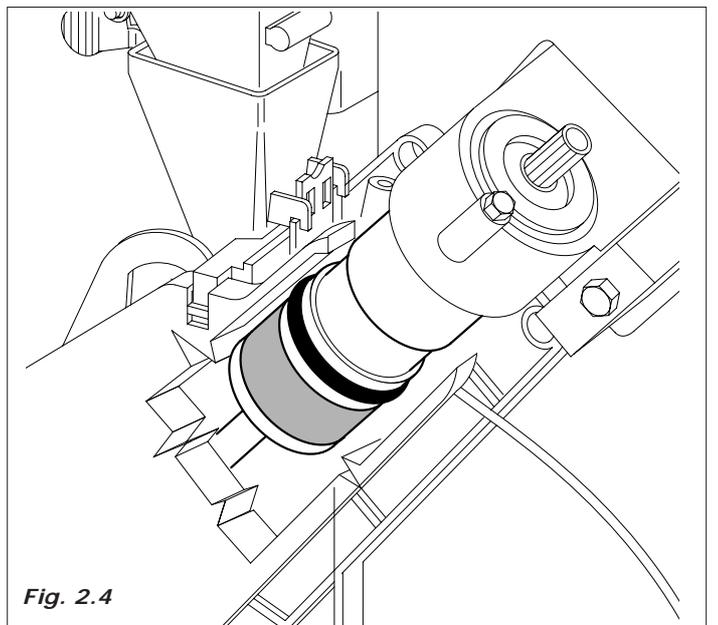
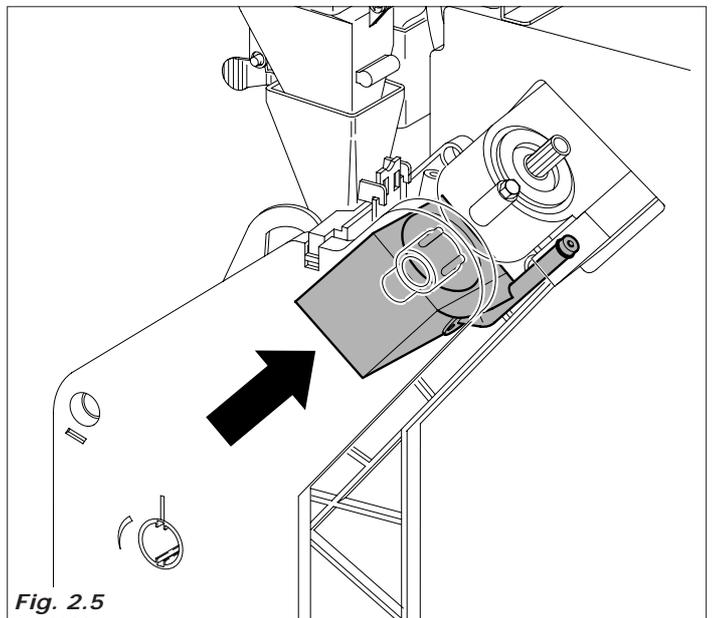

Fig. 2.4
Fig. 2.5
- Se activa el motorreductor del grupo de café hasta llegar a la posición de erogación, lo que provoca el prensado de la pastilla (Fig. 2.4 - Fig.2.5).